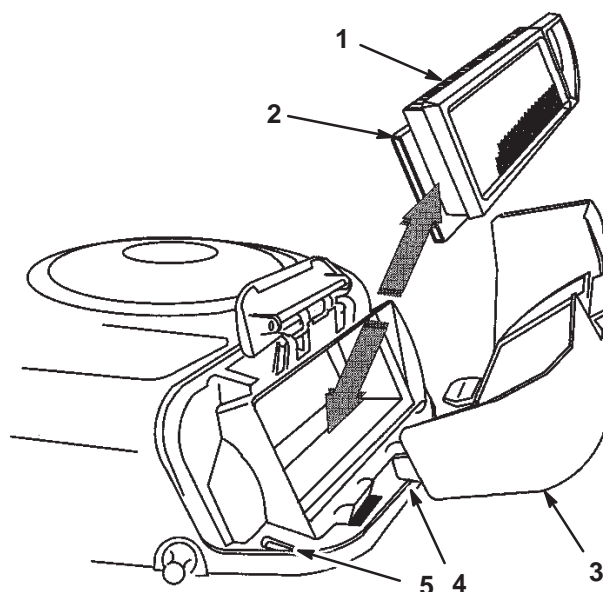

Figure 24
4. Sortez avec précaution les éléments en papier et en mousse du carter de soufflante (Fig. 24).
2. Placez les languettes du couvercle du filtre à air en face des fentes du carter de soufflante (Fig. 24). Accrochez la poignée sur le couvercle et appuyez dessus pour verrouiller le couvercle en place.